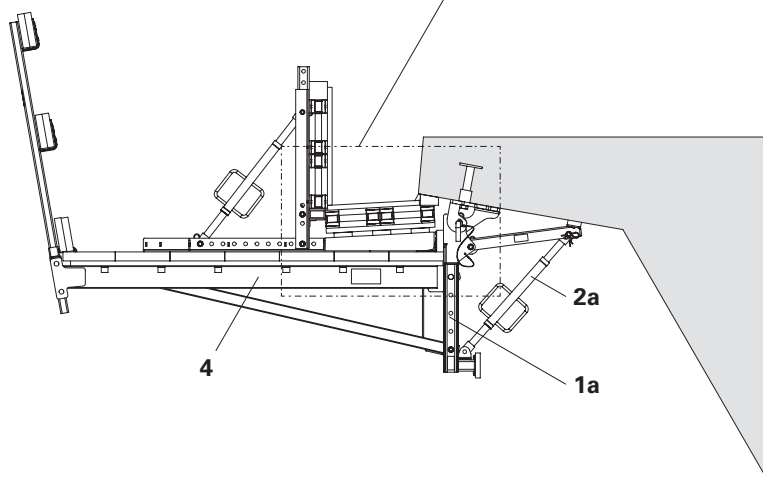

Fig. A4.01
- Il braccio regolabile AV 82 (**2a**) viene fissato sempre al piede del montante mensola VGK 70 (**1a**) con perno e inserto a molla. (Fig. A4.01)
- Fissare la trave a sbalzo piattaforma VGK 170 (**4**) nei fori superiori e inferiori del montante mensola VGK 70 (**1a**). (Fig. A4.01)